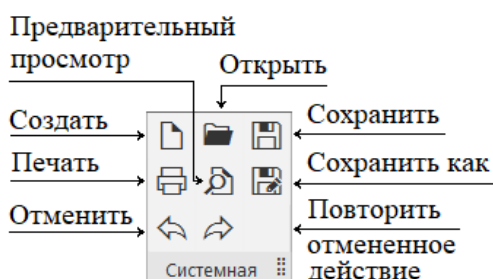

Рисунок 2 – Панель инструментов «Системная»
**Панель инструментов «Системная»** (рисунок 2) присутствует практически во всех окнах в различных режимах работы с бóльшим или мёньшим набором кнопок вызова общих команд, таких как «Создать», «Открыть», «Сохранить», «Сохранить как», «Печать», «Предварительный просмотр», «Отменить», «Повторить отмененное действие».